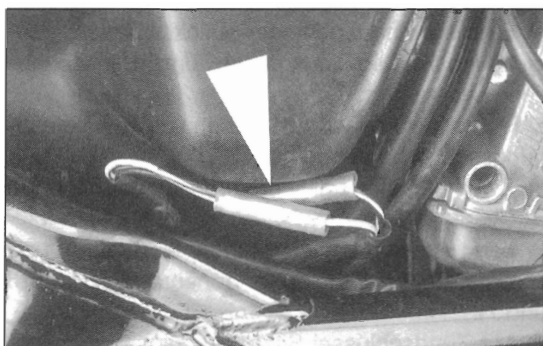

Bild 13
- Zwei Befestigungsschrauben ausdrehen (Bild 13), Tank etwas anheben und nach hinten schieben, Benzinschläuche von Anschlüssen ① Bild 14 (600er hat nur einen Benzinschlauch-Anschluss) und Unterdruckschlauch ② vom Benzinhahn abziehen.